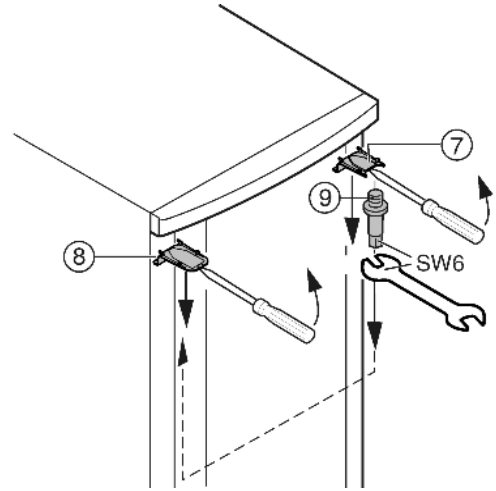

Fig. 6
- ▶ Üstte kapağını Fig. 6 (7) ve kapağını Fig. 6 (8) bir tornavida ile önden söküp ve alttan eğri olarak çıkartın.
- ▶ Yuva civatasını Fig. 6 (9) söküp ve karşı tarafa (4 Nm ile) sıkıca takın.
- ▶ Kapağı Fig. 6 (7), yuva civatasının olduğu tarafa tekrar monte edin: arkadan takın ve önde yerine oturtun.
- ▶ Kapağı Fig. 6 (8), karşı tarafa monte edin: arkadan takın ve önde yerine oturtun.
- ▶ Kapıyı üstten yuva civatasına Fig. 6 (9) asın.